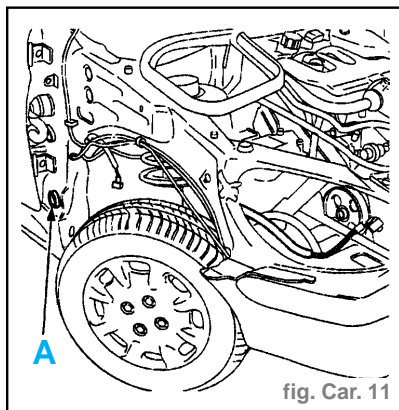

fig. Car. 11
- Engager l'aile dans la butée (A) de centrage. (fig. Car. 11)